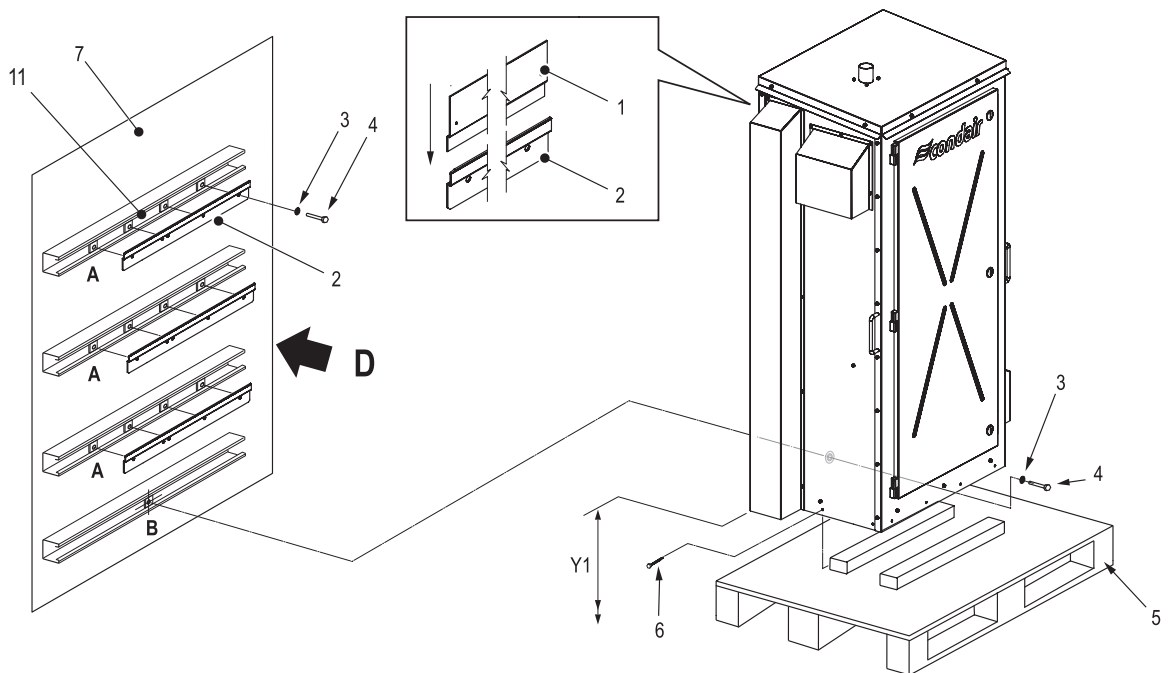

Bild 10: Montage des Lüftungsgeräts
3. Markieren Sie die Befestigungspunkte „A“ und „B“ an den gewünschten Stellen mit Hilfe einer Wasserwaage. Siehe Bild 10 auf Seite 29 und Tabelle 6.
8. Heben Sie den Befeuchter vorsichtig in die Montageposition und richten Sie die Halterungen auf der Rückseite des Befeuchters auf die befestigten Montageschienen aus, wie in Bild 10 auf Seite 29 dargestellt. Senken Sie den Befeuchter auf die Montageschienen ab und stellen Sie sicher, dass das Gerät fest sitzt und horizontal ausgerichtet ist.